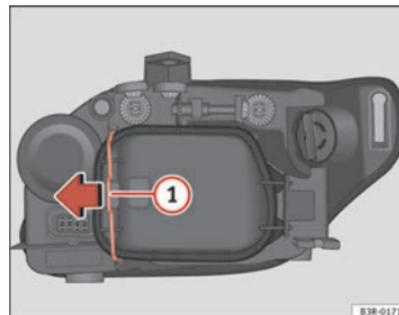

Fig. 198 Feu de position (côté intérieur véhicule)
- Déplacez le tirant ⇒ page 281, fig. 198 ① dans le sens de la flèche et retirez le couvercle rigide en séparant d'abord le côté du tirant et en ôtant ensuite les deux languettes de l'autre extrémité du couvercle.